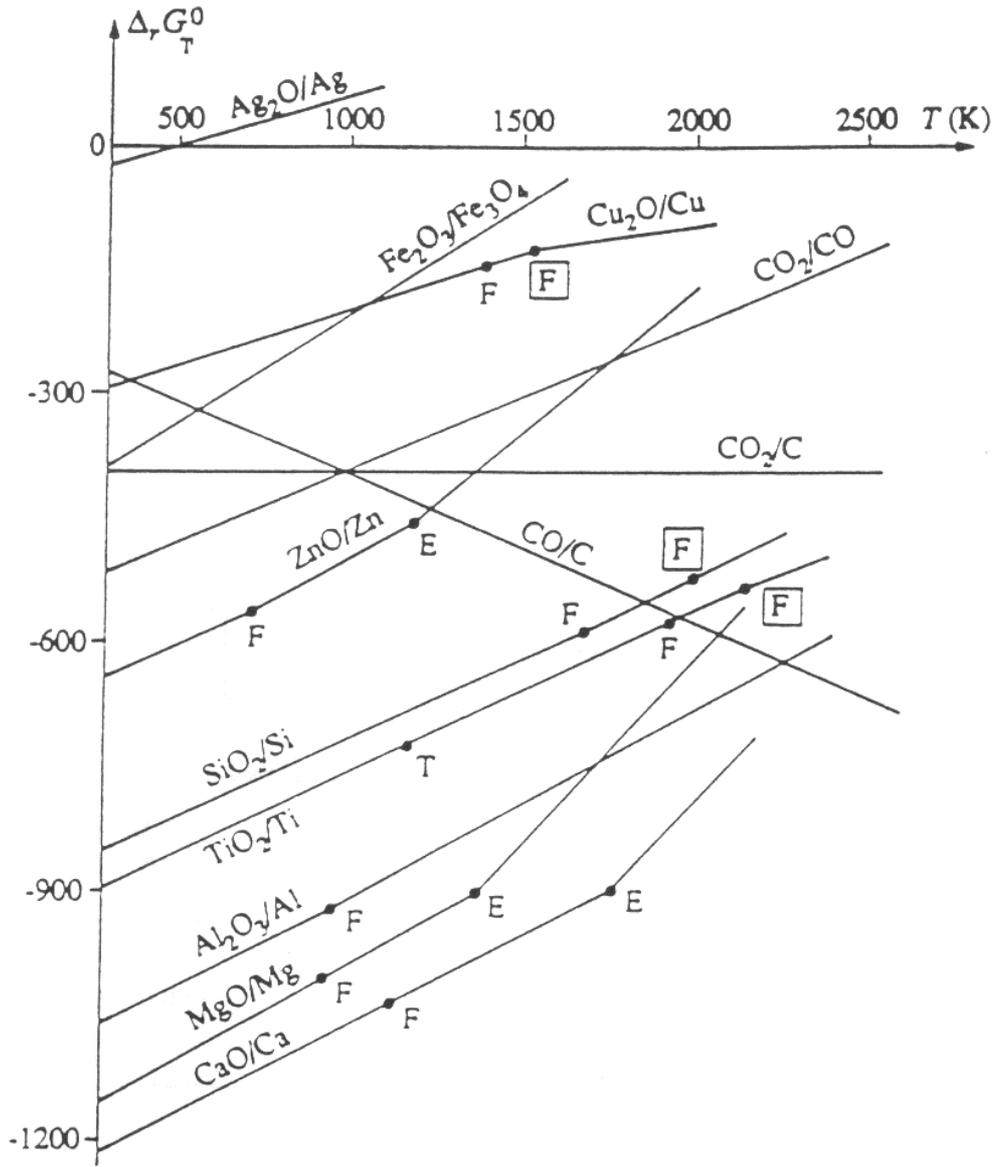

fig. 2: Diagramme d'Ellingham.
- fig. 2 diagramme d'Ellingham.